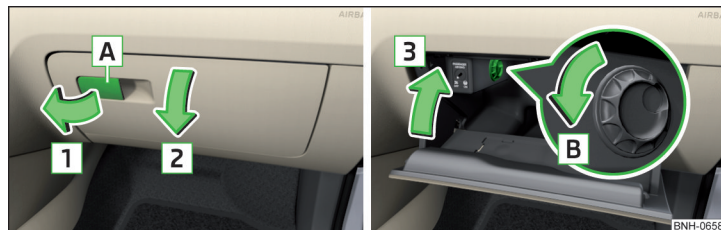

Fig. 86 Abrir el compartimento guardaobjetos / cerrar el compartimento guardaobjetos y abrir el suministro de aire
- Para **abrir**, tirar el tirador **A** en el sentido de la flecha **1** y plegar la tapa en el sentido de la flecha **2** » fig. 86.
- Para **abrir**, girar el regulador giratorio en el sentido de la flecha **B** hasta el tope » fig. 86.